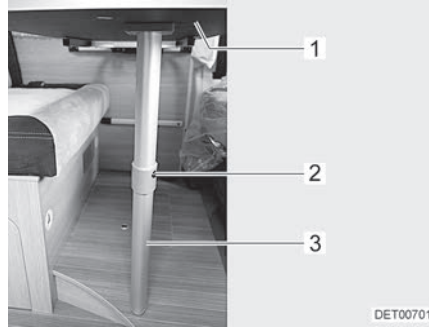

Bild 71 Bettunterbau
- Tischplatte (Bild 71,1) vorn leicht anheben.
- Entriegelungsknopf (Bild 71,2) drücken und den unteren Teil des Gelenkstützfußes (Bild 71,3) um 90° umklappen.